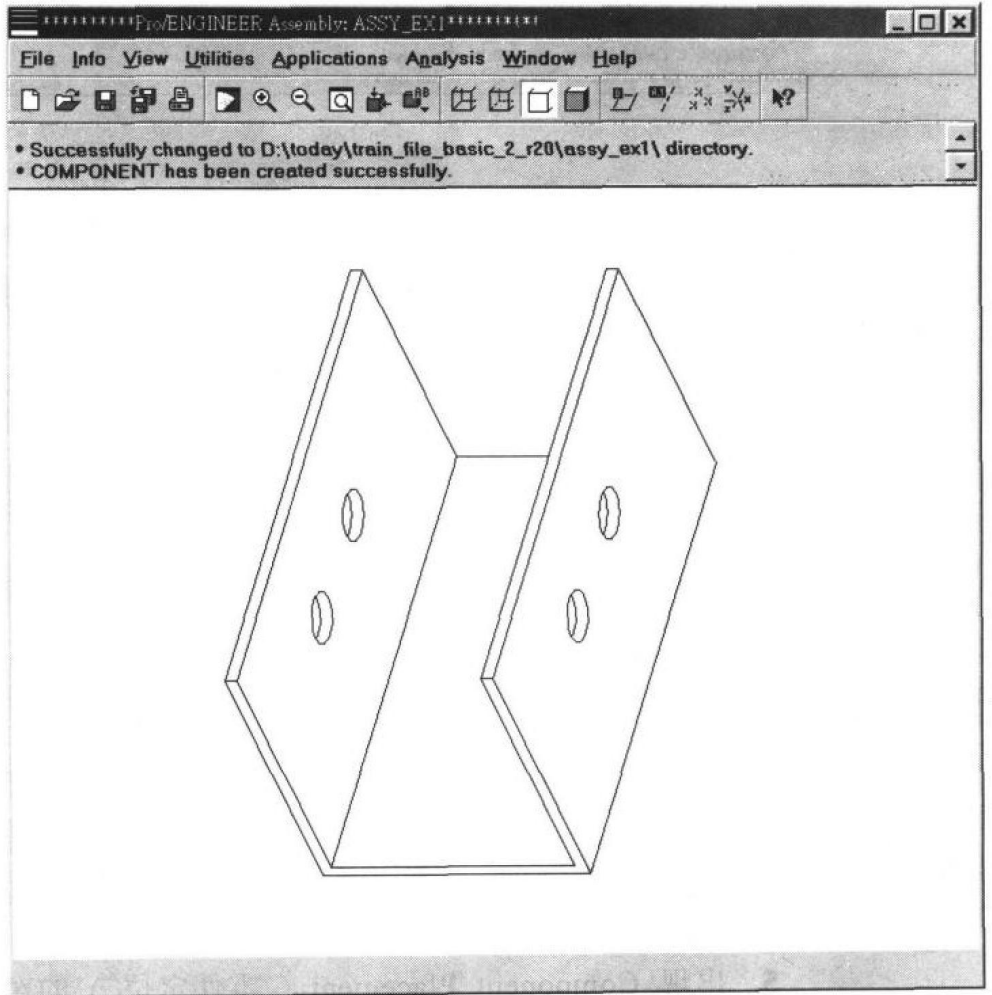

图 1.3
3. 选择 Assemble 命令，打开一个零件或组合零件（通称“零件”），零件出现在主窗口内，如图 1.3 所示。